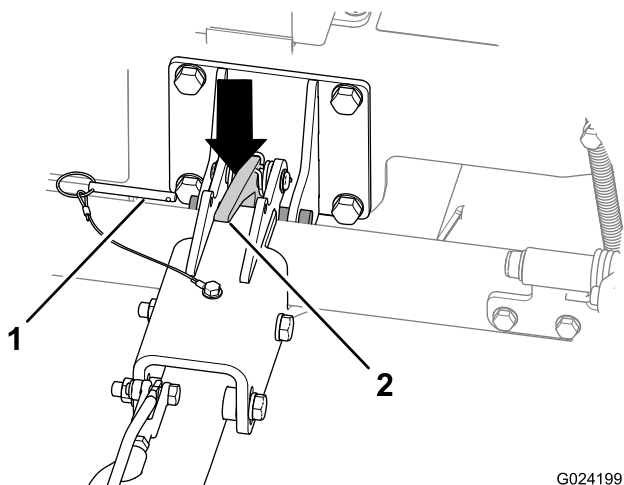

Bild 18
A. Entfernen Sie den Arretierbolzen (Bild 18).
- C. Drücken Sie den Anbauvorrichtungsriegel nach unten, um die Anbauvorrichtung auszuhaken (Bild 18).